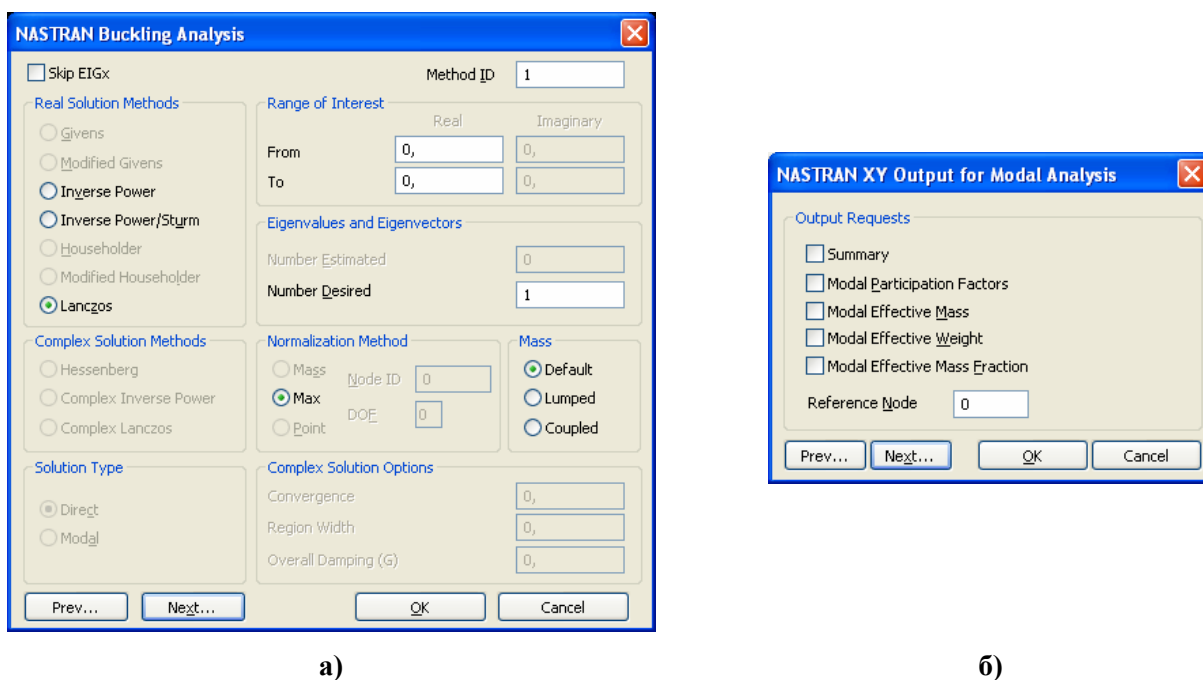

Рис.6.13. Диалоговые панели для настраивания: а) – анализа потери устойчивости; б) – вывода информации во вспомогательный файл *.f06
- в разделе „Options” панели „Analysis Set Manager” появятся два подраздела: „Modal/Buckling” и „Modal XYPlot”, настраиваемые с помощью диалоговых панелей „NASTRAN Bulking Analysis” и „NASTRAN XY Output for Modal Analysis” соответственно (см. рис.6.13);
- на диалоговой панели „NASTRAN Bulking Analysis” (см. рис.6.13-а) в секции „Real Solution Methods” нужно выбрать один из методов (**Lanczos**, **Inverse Power** или **Inverse Power/Sturm**) для нахождения нескольких собственных частот (форм потери устойчивости), количество которых устанавливается в поле „Number Desired” секции „Eigenvalues and Eigenvectors”. В секции „Range of Interest” в полях „From” и „To” можно указать диапазон
- на диалоговой панели „NASTRAN XY Output for Modal Analysis” (см. рис.6.13-б) в секции „Output Request” можно инициировать опции „Summary”, „Modal Participation”, „Modal Effective Mass”, „Modal Effective Weight” и „Modal Effective Mass Fraction”, указывающие, какие сведения выводить во вспомогательный файл *.f06. Если в поле „Reference Node” указать номер узла, существующего в модели, то сведения будут выводиться в системе координат этого узла (иначе – в декартовой системе);